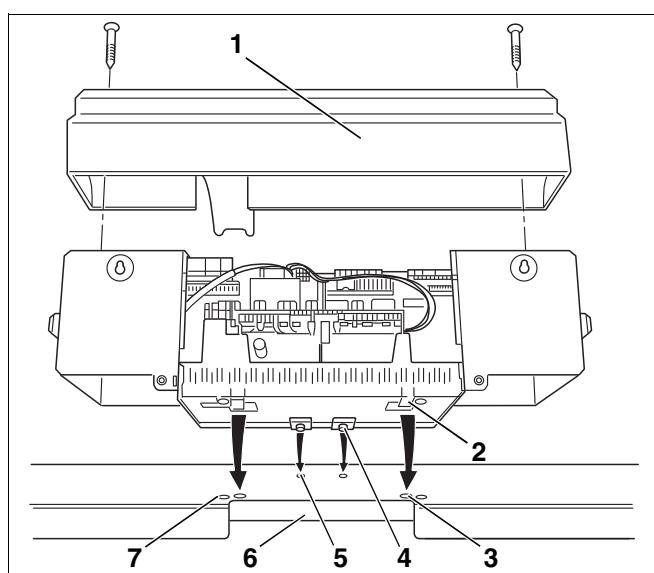
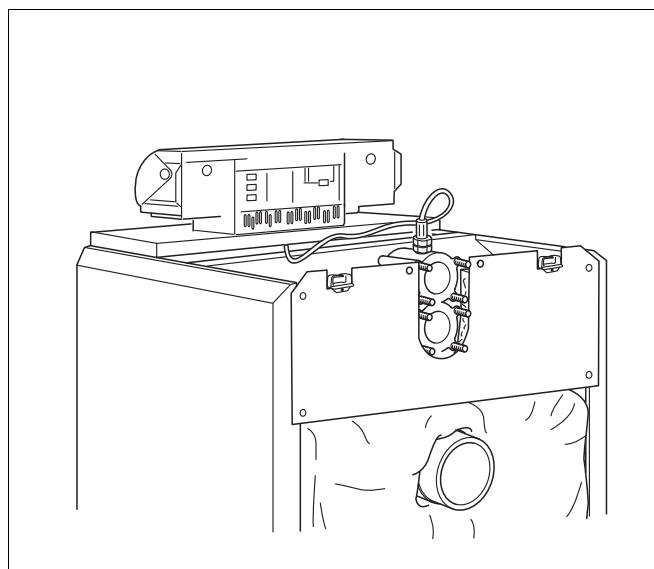

Рис. 43 Установка системы управления
Рис. 48 Котел с установленной системой управления
На рис. 43 изображен вид сзади системы управления и ее передней крышки.
- Ослабить два винта в крышке клеммной коробки (рис. 43, **поз. 1**) и снять ее, приподняв наверх.
- Установить систему управления. Вставить крюки (рис. 43, **поз. 4**) системы управления в овальные отверстия передней крышки котла (рис. 43, **поз. 5**). Систему управления сдвинуть вперед и затем откинуть назад. Эластичные крюки (рис. 43, **поз. 2**) должны войти сзади в прямоугольные отверстия передней крышки котла (рис. 43, **поз. 3**).
- Цоколь системы управления закрепить двумя саморезами (рис. 43, **поз. 7**) к передней крышке котла справа и слева от входа кабеля (рис. 43, **поз. 6**).
- Крышку клеммной коробки (рис. 43, **поз. 1**) снова закрепить двумя саморезами на цоколе системы управления (рис. 48).